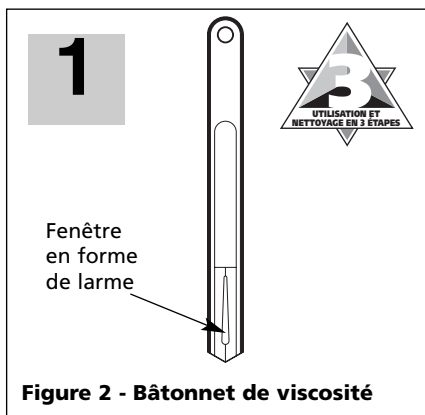

Figure 2 - Bâtonnet de viscosité
1. Utiliser un bâtonnet de viscosité pour tester la viscosité de la peinture dans le contenant original (voir la figure 2).